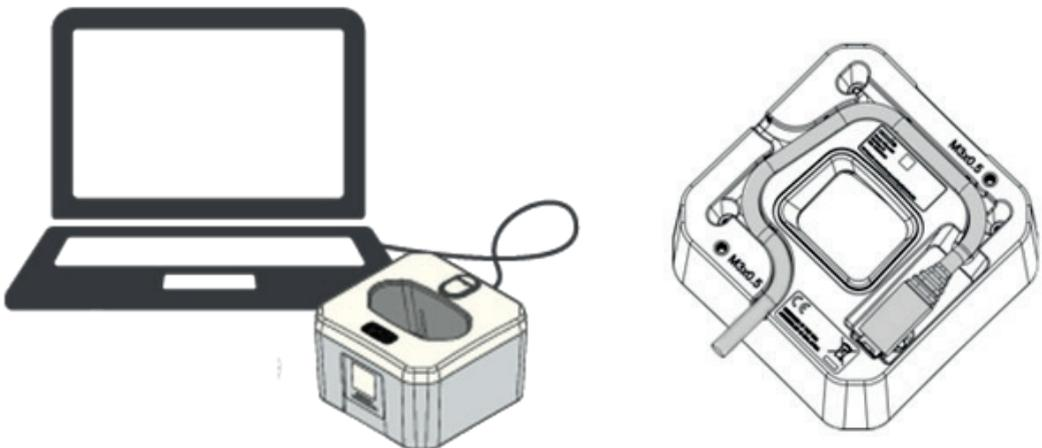

Abbildung 7 Anschließen der Ladestation
- Stecken Sie den Mikro-USB-Stecker des Kabels in den Mikro-USB-Anschluss an der Unterseite der Ladestation (Abbildung 7).